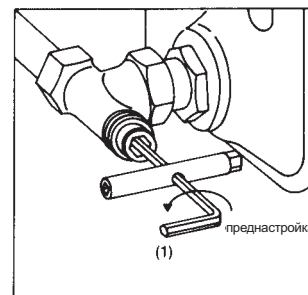

Рис. 2
- 1.3 Теперь предварительно настроить шпindel вентиля поворотом влево шестигранным ключом SW 4 (1) в соответствии с выбранным по диаграмме количеством оборотов (рис. 2).
- 4.5 Открыть шток вентиля вставки шестигранным ключом SW 4 (1) поворотом влево (рис. 2). Спустить воздух из отопительного прибора.